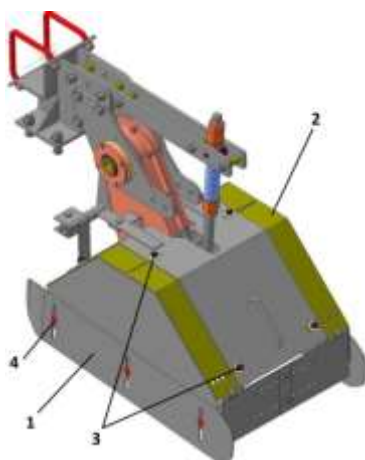

Рисунок 9 – Схема установки защитного кожуха
5.1.5 Установите защитные кожухи (рис. 9) в соответствии с выбранной схемой расстановки лопастей (лопасти не должны задевать за ограждения). Щитки 1 отрегулировать по высоте при помощи болтов 4, а боковые кожухи 2 выставить по ширине и зафиксировать болтами 3.